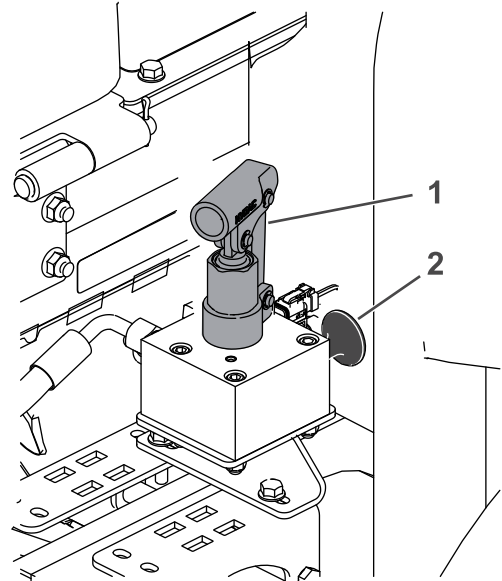

Figura 99
4. Localice el distribuidor de liberación del freno cerca de la rueda delantera derecha y detrás del depósito hidráulico (Figura 99).